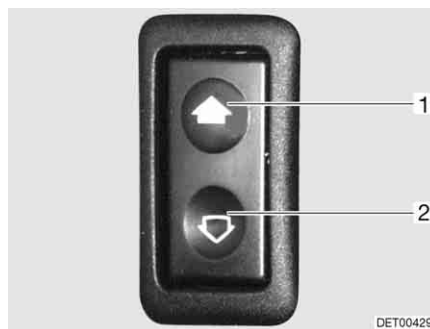

Fig. 32 Interrupteur pour lève-vitres électriques
- Ouvrir :* ■ Appuyer sur la partie inférieure du commutateur (Fig. 32,2).
- Fermer :* ■ Appuyer sur la partie supérieure du commutateur (Fig. 32,1).